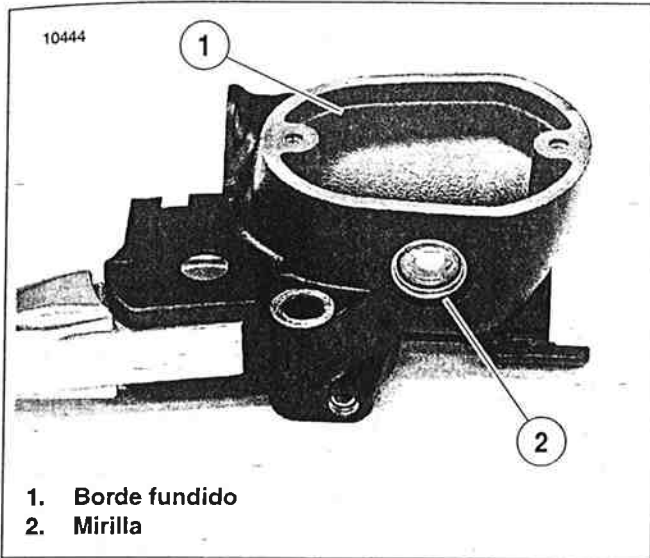

Figura 2-82. Llenado del depósito de la bomba de frenos delantera
- Vea la Figura 2-82. No use la mirilla (2) para establecer el nivel máximo de líquido. La mirilla solamente debe usarse como un indicador visual de que el nivel de líquido está bajo y necesita atención. Un borde fundido (1) en el interior del depósito le ayuda a establecer el nivel correcto.
5. Vea la Figura 2-82. Agregue suficiente LÍQUIDO DE FRENOS HIDRÁULICOS CON SILICONA D.O.T. 5 Harley-Davidson (pieza N° 99902-77) al depósito para aumentar el nivel del líquido al borde fundido (1) en el interior del depósito, aproximadamente 6 mm (0,25 pulg.) abajo del borde superior.
8. Vea la Figura 2-82. Agregue suficiente LLÍQUIDO DE FRENOS HIDRÁULICOS CON SILICONA D.O.T. 5 Harley-Davidson (pieza Nº 99902-77) al depósito para aumentar el nivel del líquido al borde fundido en el interior del depósito, aproximadamente 6 mm (0,25 pulg.) abajo del borde superior.
13. Vea la Figura 2-82. Agregue suficiente LÍQUIDO DE FRENOS HIDRÁULICOS CON SILICONA D.O.T. 5 Harley-Davidson (pieza Nº 99902-77) al depósito para aumentar el nivel del líquido al borde fundido en el interior del depósito, aproximadamente 6 mm (0,25 pulg.) abajo del borde superior.